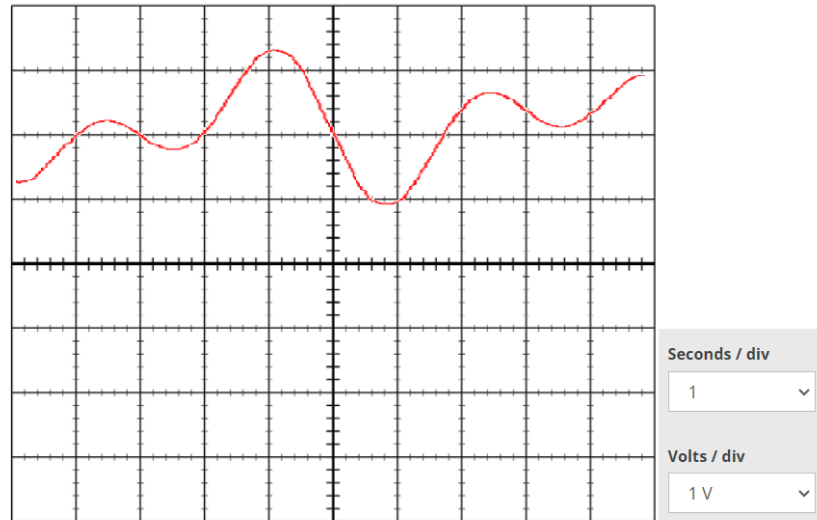

Figura 1
1. [40%] Suponga que está trabajando en un proyecto de IoT que implica la monitorización de una señal analógica proveniente de un sensor, dicho sensor se conectará a un microcontrolador basado en el módulo ESP32. Usando un osciloscopio, se midió y se caracterizó la forma de la señal analógica que entrega el sensor cuando se expone en el ambiente de operación en que funcionará. La forma de la señal es la que se muestra en la figura 1: